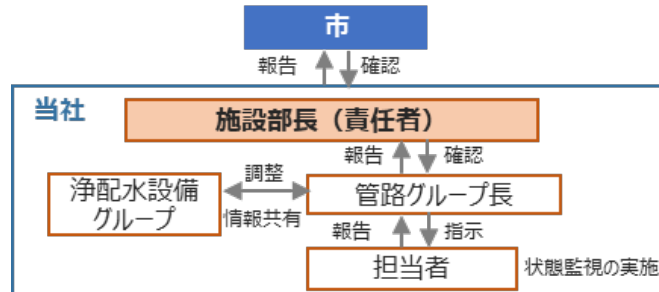
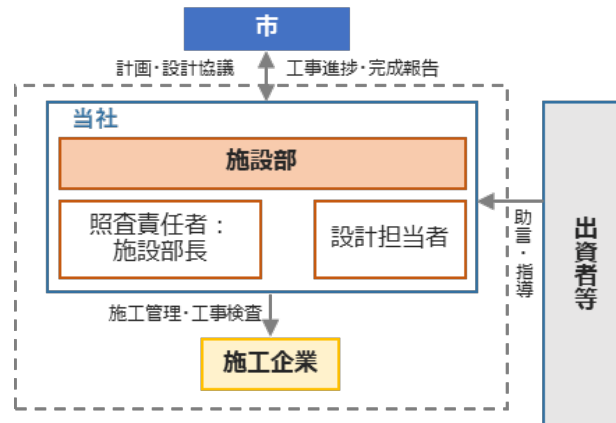

図6 状態監視保全体制図
図7 設計・施工体制図
- 管路管理の状態監視保全・管路維持保全業務と設計・施工業務の実施体制は図6・図7のとおりです